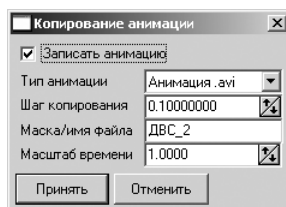

Рис. 2.70. Диалоговое окно **Копирование анимации** с установленными параметрами
- введите в поля нужные вам параметры. Это может выглядеть так, как показано на рис. 2.70;